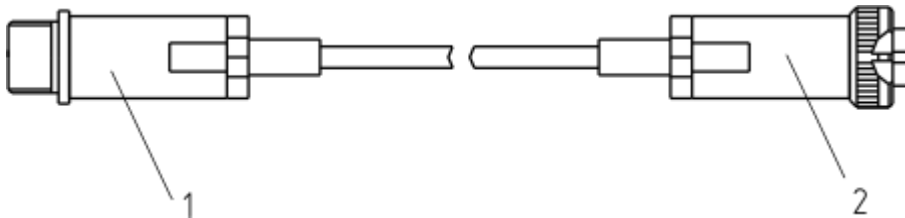

Рисунок 3.11 Кабель-удлинитель для измерительного преобразователя, изображенного на рис. 3.10 а
- 4.3 Соединить измерительный блок и измерительный преобразователь напрямую или соединительным кабелем (см. рис. 3.11).